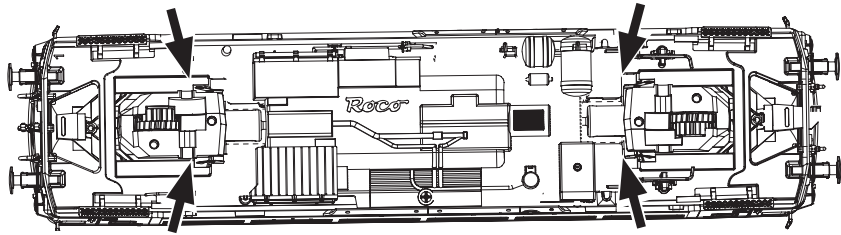

Fig. 7
2. Schmierung: Versehen Sie die im Schmierplan in Fig. 7 gekennzeichneten Stellen mit nur **kleinen Öltropfen**. Dazu zuerst das Lokgehäuse abnehmen (Fig. 3). Wir empfehlen den ROCO **Öler Art.-Nr. 10906**. Fürs Schmieren der Getriebeteile (Zahnräder, Schnecke) empfehlen wir das **ROCO-Spezialfett Art.-Nr. 10905**. Im Falle der Schmierung diese Teile **nicht ölen**.
2. Lubrication: Apply **tiny oil drops** to spots marked in fig. 7. Prior to lubrication dismantle locomotive (fig. 3). We recommend using item no. **10906, Roco oiler**. For lubrication the gearparts (e.g. cogwheels, worm) we would recommend our Roco **special grease** (item no. **10905**).